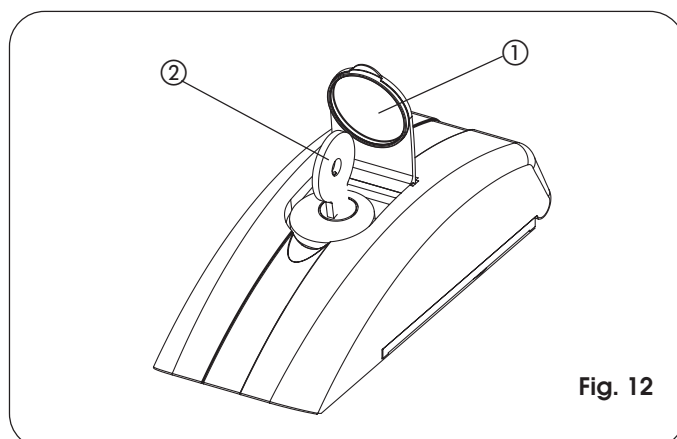

Fig. 12
- Alzare il tappo di protezione (Fig. 12, rif. ①) ed inserire l'apposita chiave in dotazione (Fig. 12, rif. ②).